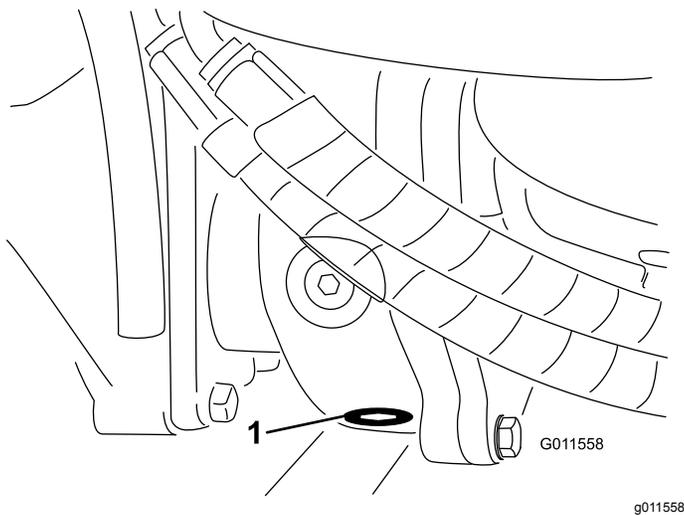

Рисунок 96
5. Очистите область вокруг пробки сливного отверстия в нижней части редуктора (Рисунок 96).